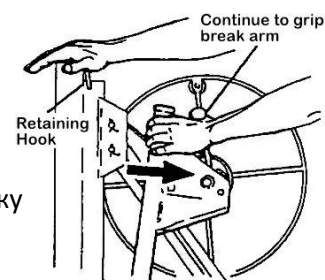

Figure 4
- в) Положите правую руку на верхнюю часть рамы. Продолжайте держать планку тормоз, чтобы предотвратить отскакивание стального троса, затем потяните лебедку на себя до упора (рис. 4).